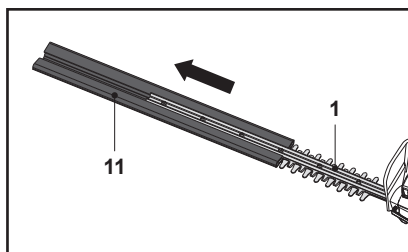

Fig. 2
1. Retire la cubierta de la hoja (11) del dispositivo de corte (hoja) (1) antes de utilizar el cortasetos (Fig. 2).
2. Guarde la cubierta de la hoja (11) de forma segura.